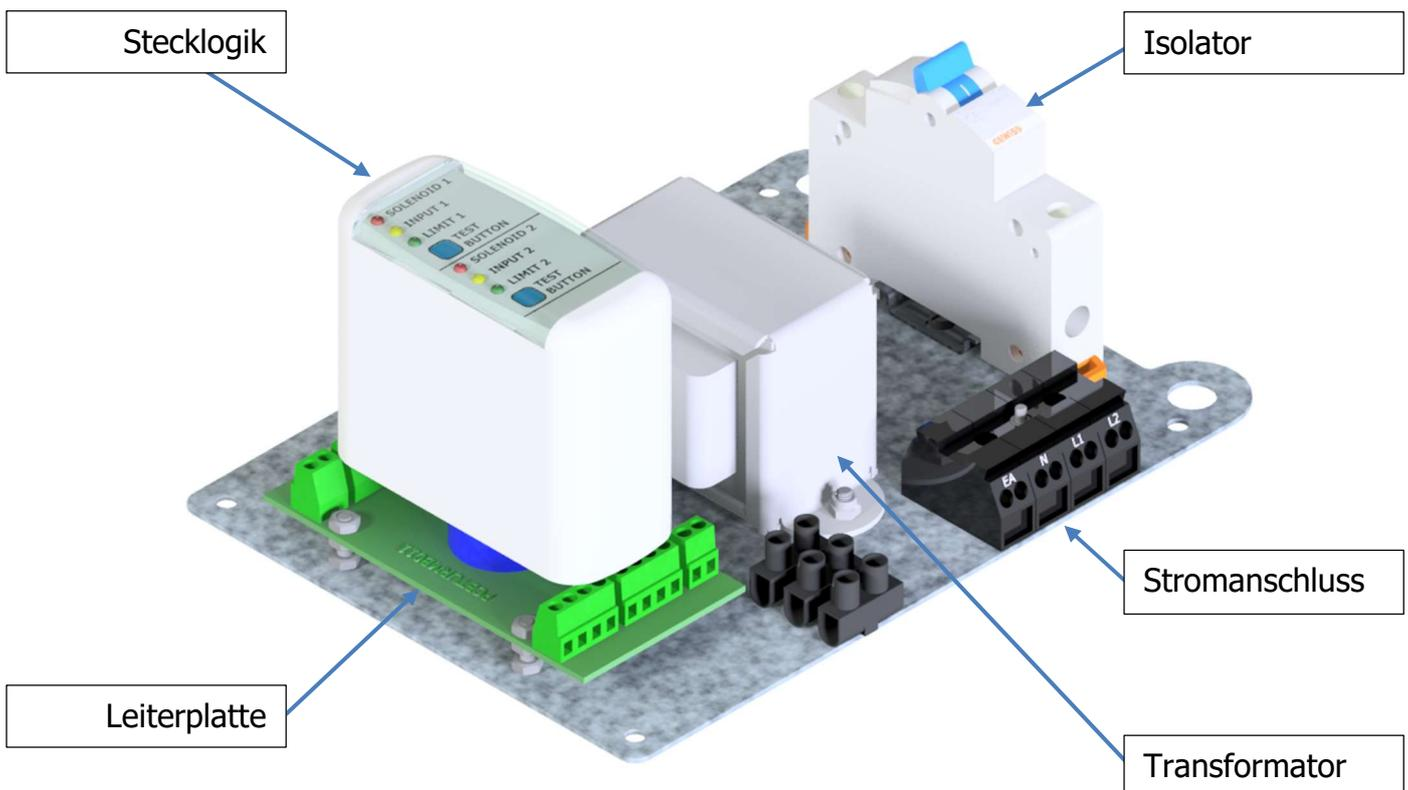

Abbildung 22: Komponenten des Drehkreuz-Steuerpanels
- 7.1. Der Rotor wird vom Mechanismus getragen und benötigt nur eine Lagerkugel an der Basis, um ihn zentriert zu halten. Siehe Abbildung 22: Ansichten auf Top-Scheibe & Basislager, Ansicht 2. Senken Sie den Rotor auf die Lagerkugel, wobei die interne Buchse des Rotors ihn zentriert hält.